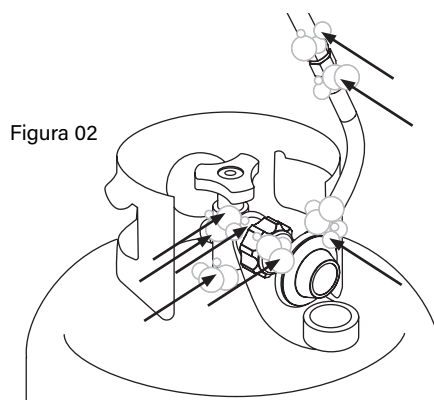

Figura 02
PASO 02 Cepille la solución jabonosa en las áreas de unión de las válvulas y el regulador. (Indicado por flechas en la figura 02.)